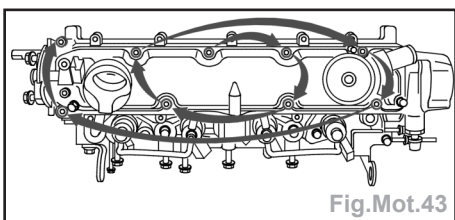

Fig.Mot.43
- les goujons (16) à **2,5 daN.m** + **LOCTITE FREINFILET**,
- les écrous (15) à **2,0 daN.m**,
- les vis (17) à **2,0 daN.m**.
- Brancher les connecteurs (12).
- Reposer le support (13).
- Approcher les vis et serrer progressivement et en spirale les vis du couvre-culasse en commençant par l'intérieur à **1,0 daN.m** (Fig.Mot.43).